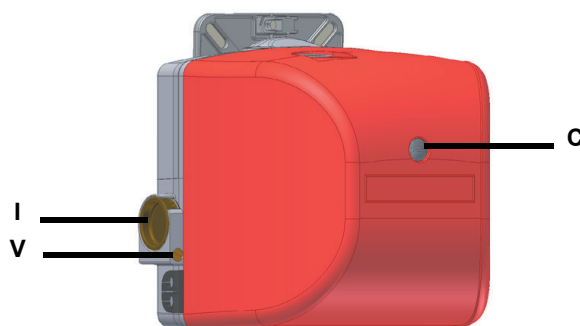

Fig. 10
- 2 Avviare il bruciatore portando a ON l'interruttore generale e chiudendo la serie termostatica: in caso di blocco premere il pulsante RESET (**C**) presente sul cofano del bruciatore (vedi Fig. 10)..